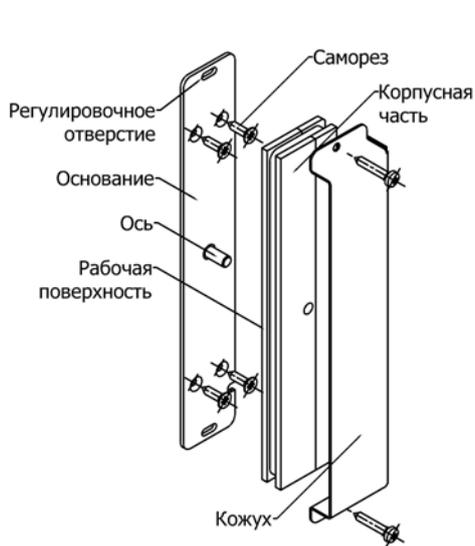
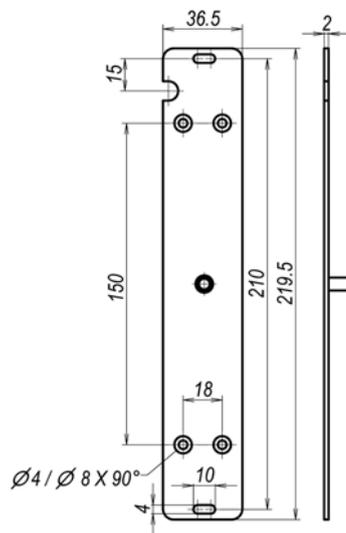

Рис.3
Рис.4
5.3 Основание корпусной части крепится на дверной коробке через два овальных отверстия (рис.3) саморезами $\varnothing 3$ мм с учетом габаритно-установочных размеров и расположения выводов управления (рис.4).